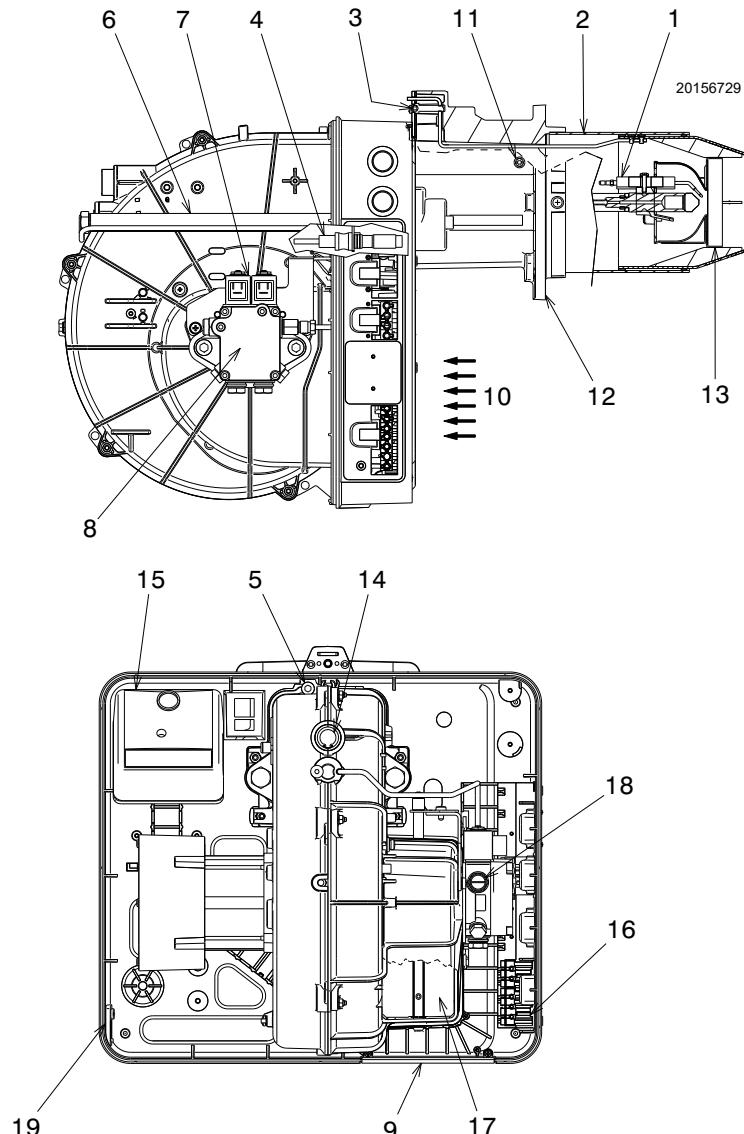

Fig. 5
**BLOCCO APPARECCHIATURA:** l'accensione del pulsante (led rosso) dell'apparecchiatura 17)(Fig. 5) avverte che il bruciatore è in blocco.